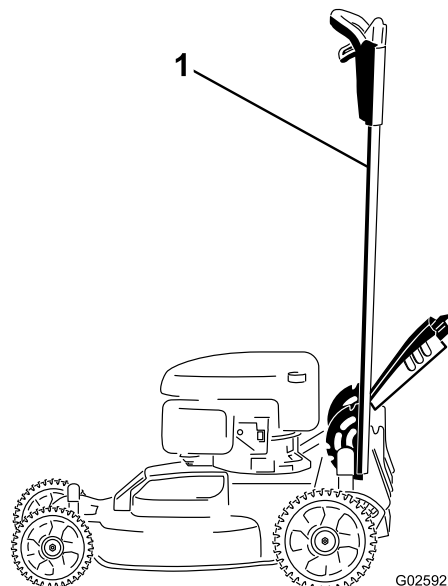

Рисунок 40
- Зафиксируйте рукоятку в вертикальном положении (Рисунок 40); см. Регулировка высоты рукоятки (страница 12).